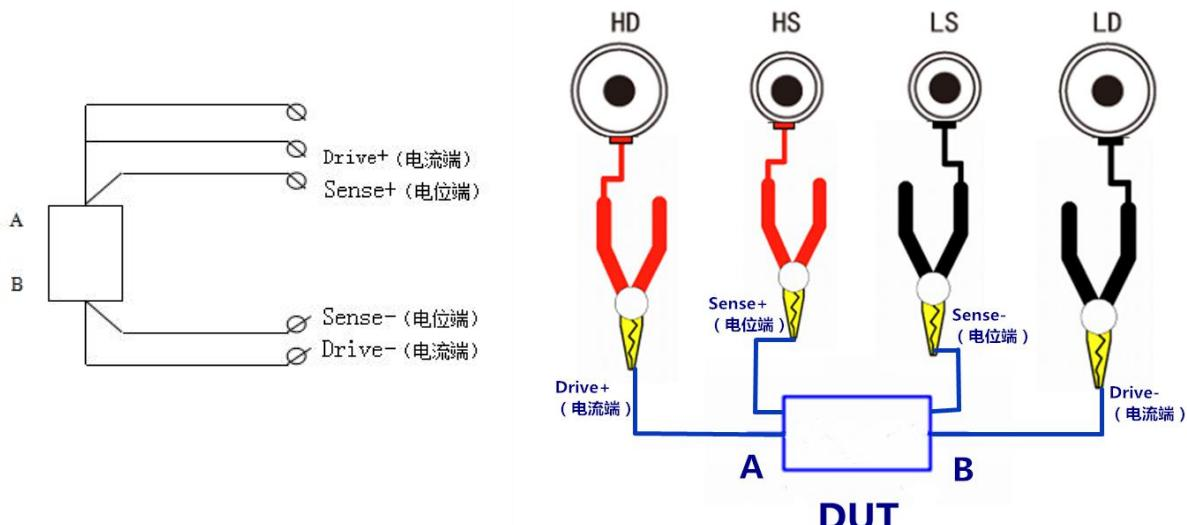
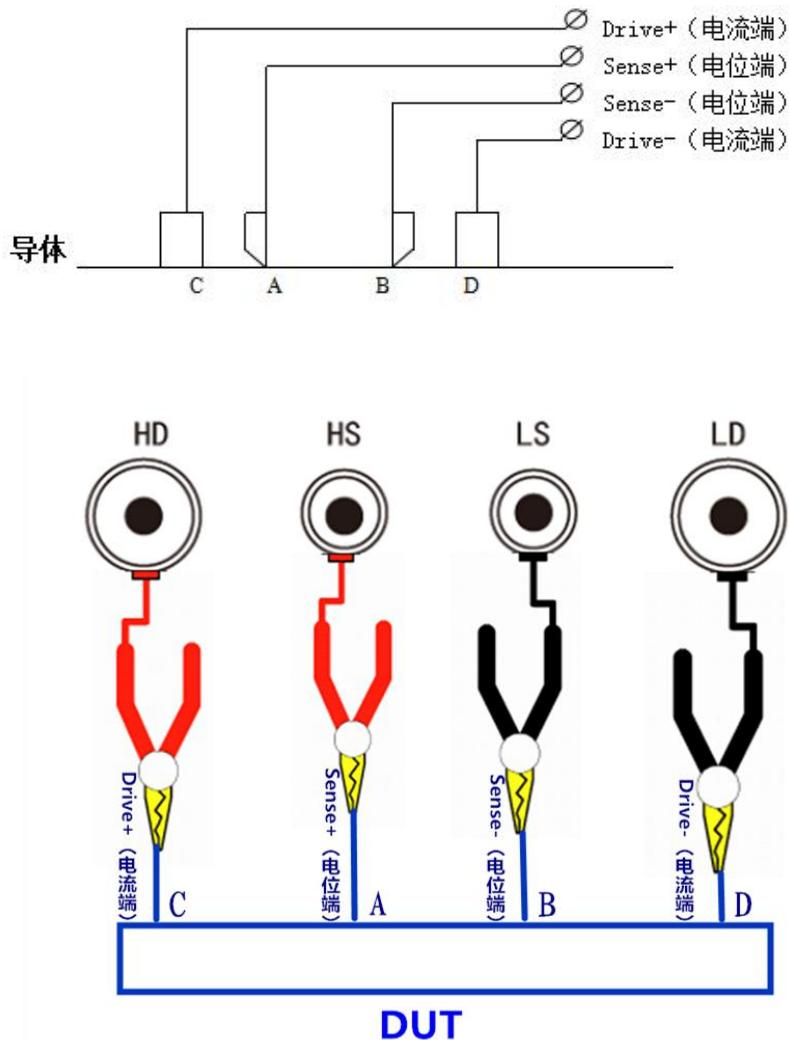

图 4-2
图 4-3
请使用随机附带的“开尔文”或“四端”测试夹进行测试，并按照下列方法与仪器测试端相连接（见图4-2、图4-3）。将红色的测试电缆的弹棒插头插入HD、HS (+) 中；黑色的测试电缆的橡胶插头插入LD、LS (-) 中。红色电缆为测试端高端。黑色电缆为测试端低端。有2种接线测试方式：
#### 1. 方式一：“开尔文”测量夹子的用法如图4-2，
按图4-2接好，然后接通仪器的电源，待面板上读数稳定后，显示的数据值就是A、B间被测电阻。
2. 方式二：“四端”测试线测量导体的方法（见图 4-3）：建议用专用导线测试夹具与 JK2516D 配合在一起使用。
按液晶屏右侧软键中的材料键，材料测试界面将显示在屏幕上。如图4-3所示：